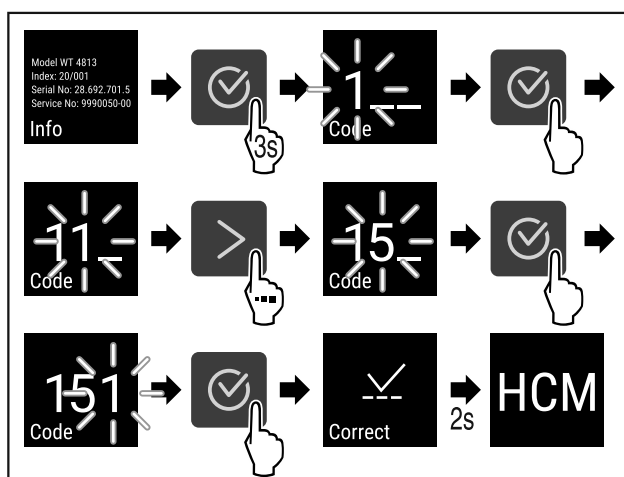

Fig. 24
- ▶ Wykonać czynności (patrz Fig. 24).